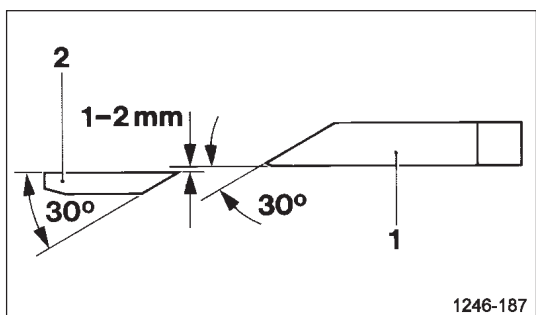
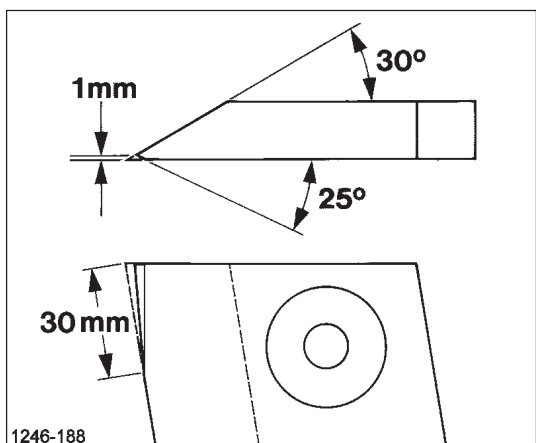

Рисунок 63
Рисунок 64
- Соблюдайте угол заточки и снятия фаски (Рисунок 63 и Рисунок 64). Затачивайте ножи рамы [2] и ножи поршня [1] под углом в 30°. На внешних ножах рамы с наружной стороны сделайте противоположную фаску в соответствии с Рисунок 64.